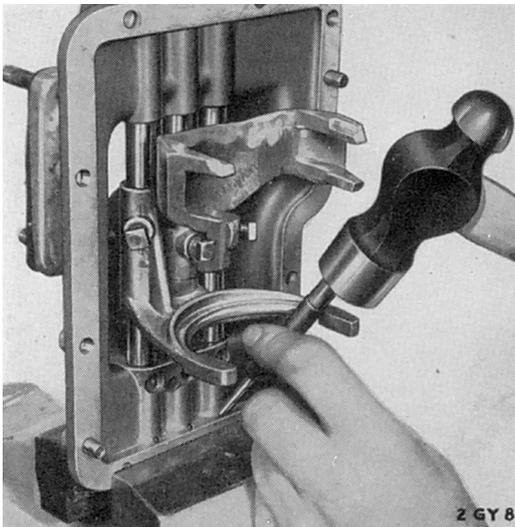

Fig. 10.
Démonter les ensembles coulisseaux et fourchettes en chassant les bouchons de dilatation (18) au moyen d'un poinçon d'un diamètre de 3,17mm (1/8") comme illustré Fig. 10 en s'assurant que les coulisseaux sont libres.